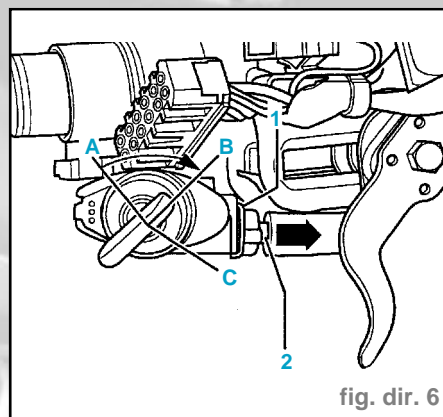

fig. dir. 6
- Clé de contact en position "B", contact d'allumage mis (fig. dir. 6).